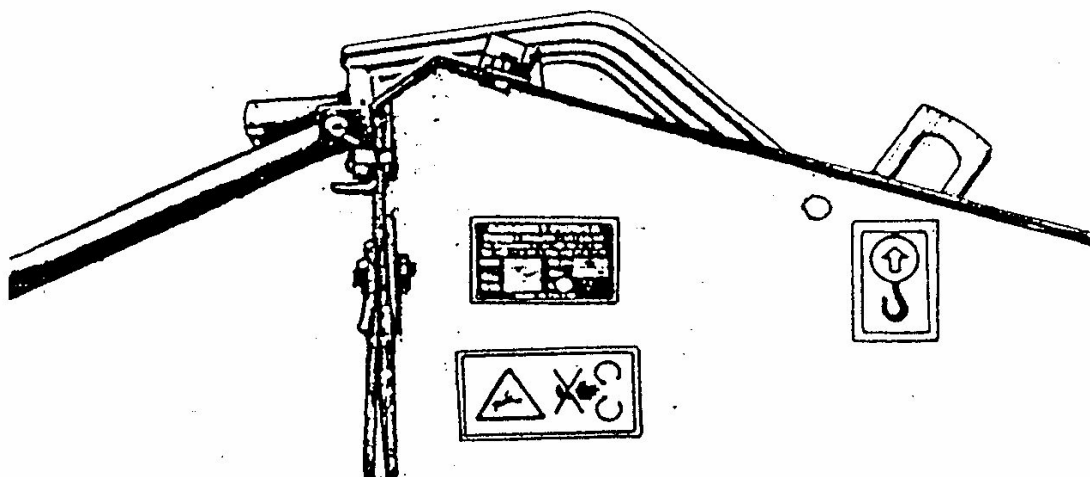

Рис. 1 Размещение щитка
- щиток на правой стене рамы в её задней части (рис. 1)